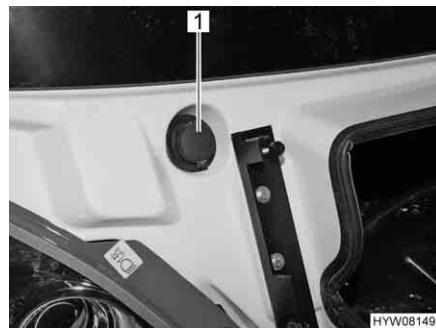

Fig. 39 Bocchettone di riempimento ( contenitore dell'acqua di lavaggio)
- Rimuovere il coperchio (Fig. 39,1) del bocchettone di riempimento del contenitore dell'acqua di lavaggio.